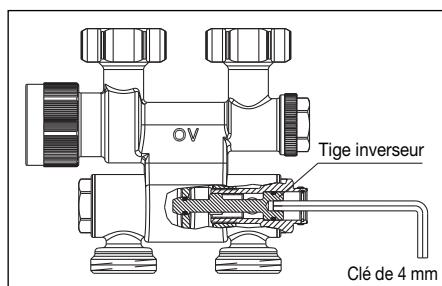

Fig. 5 Transformation en service monotube
2. Enlever le bouchon latéral (clé de 17 mm) au manchon orientable à l'opposé du thermostat (voir fig. 5).
3. Partant de la position de fermeture, régler la tige inverseur (clé de 4 mm) sur le débit nécessaire selon le diagramme pour service monotube en la tournant vers la gauche (voir fig. 5) (tige d'arrêt en position ouverte).